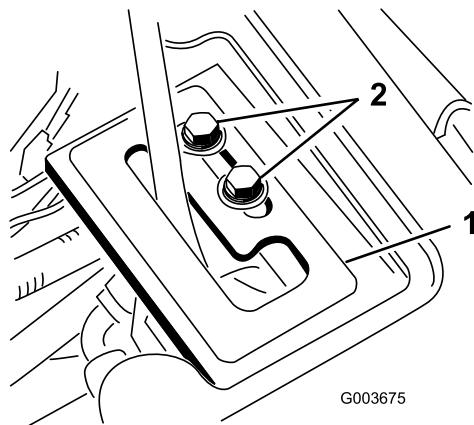

図 17
- レバー・ガイド・プレートを、昇降レバーの上からかぶせるようにして位置決めをし、フランジ・ヘッド・ネジ2本とワッシャで仮止めする（図 17）。
6. エンジンが回転している状態で、昇降レバーをフロート位置にセットする；この状態で、昇降シリンダを手で延ばしたり縮めたりできるようにレバー・ガイド・プレートの位置決めを行う（図 17）。
7. 調整ができたら、レバー・ガイド・プレート固定用のネジ2本を締めてプレートを固定する（図 17）。